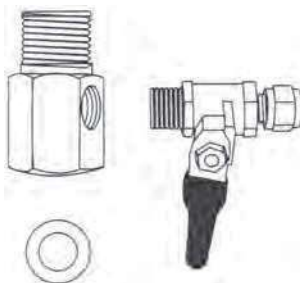

Рис. 10
2.1. Соберите узел подачи воды путем соединения шарового крана с тройником, как показано на **рис. 10**. Используя ленту ФУМ, вверните кран подачи воды в тройник. Будьте предельно осторожны при подсоединении крана — чрезмерное усилие повредит его резьбу. Используйте только гаечный или малый разводной ключ. Не используйте другие материалы для герметизации соединения.